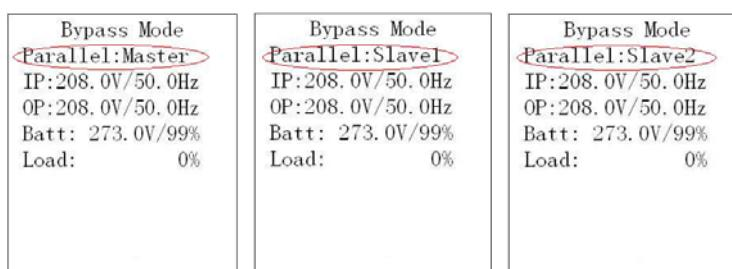

Рисунок 30 – Отображение информации о параллельном соединении ИБП на LCD-дисплее
- во второй строке LCD-дисплея ИБП должна отображаться информация о параллельном соединении ИБП (рисунок 30):